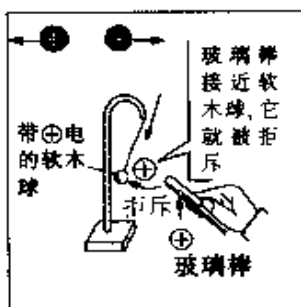

图2
② 图2表明，玻璃棒与软木球相斥而推开软木球。即使用玻璃棒去碰软木球，也会相斥。